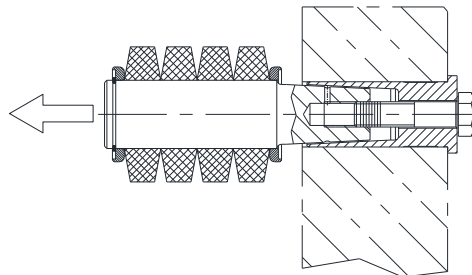

Bild 22: Lösen des Bolzens
- Drehen Sie die Schraube langsam mit einem Schraubenschlüssel weiter in den Bolzen ein. Das Maschinenfett fließt durch die Querbohrung des Bolzens und presst sich dabei zwischen Bolzen und Buchse (Bild 22; Bauteil 4 oder 6).